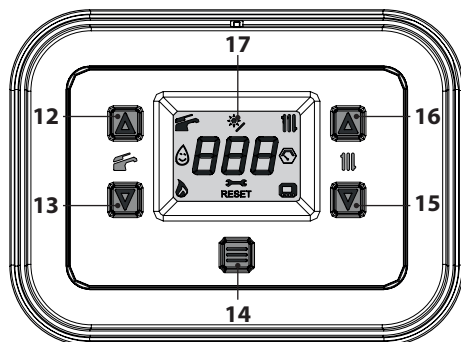
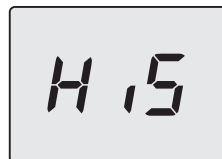
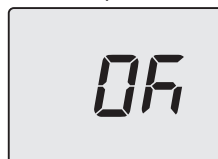

Figura 5.32
Figura 5.33
Figura 5.38
- Entrare in "modalità programmazione" premendo contemporaneamente per 5 secondi i tasti 13 e 15 (Figura 5.32) fino a far apparire sul display LCD le lettere **HiS** che indicano il menu "Storico delle caldaia" (Figura 5.33).
- Premere per 1 sec. il tasto 14 (Figura 5.32) per entrare nel parametro selezionato. Il display visualizzerà quanto segue (Figura 5.36).
- Premendo il tasto 14 (Figura 5.32) si ottiene la conferma del valore inserito. Il display visualizzerà per 5 sec. quanto segue (Figura 5.38) poi, si porterà al livello superiore.
- Premendo contemporaneamente i tasti 13 e 15 (Figura 5.32) si esce senza modificare il valore (ritorno al livello precedente).
- tenere premuti contemporaneamente i tasti 13 e 15 per 5 sec. (Figura 5.32) (ritorno al livello precedente).
Comunque se la temperatura ambiente non dovesse essere confortevole si può aumentare o diminuire la temperatura di mandata dell'impianto riscaldamento di $\pm 15^\circ\text{C}$ agendo sui tasti 15 (diminuzione) e 16 (aumento) (Figura 5.32).